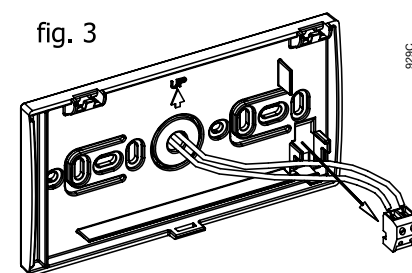

fig. 3
- Estrarre la morsettiera dalla sua sede (fig. 3) e collegarvi i due conduttori. Utilizzare un cavo bipolare (2 x 1mmq max). Non è necessario rispettare la polarità dei due conduttori.